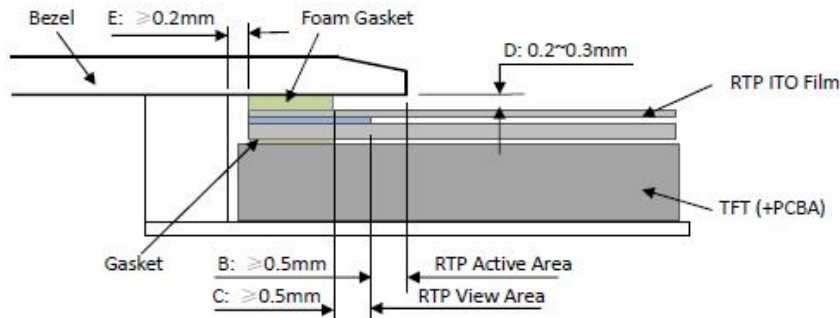

Figure 4
- It should bezel touching the RTP Active Area (A.A.) to prevent abnormal touch.It should left gab  $D=0.2\sim 0.3\text{mm}$  in between. (Figure 4)
- 为避免面框直接压在动作区(A.A.)上造成误动作，面框与电阻触摸屏(RTP)之间应留有一定的空隙  $D=0.2\sim 0.3\text{mm}$  之间。(附图 4)
It is suggested to protect those areas with gasket (between the bezel and RTP).The suggested figures are  $B \geq 0.50\text{mm}$ ;  $C \geq 0.50\text{mm}$ . (Figure 4)
- The bezel side wall should keep space  $E = 0.2 \sim 0.3\text{mm}$  from the RTP. (Figure 4)
作区域，因为布线区域在此处形成一台阶，在此区域附近操作时 ITO Film 变形较大，容易导致 ITO 损坏而降低寿命。为保护 RTP 和避免误操作，在 RTP 与面框之间垫缓冲物 (Gasket)，我们建议设计面框应覆盖动作区的边缘，面框边缘到 V.A.区的距离  $B \geq 0.50\text{mm}$ ；垫圈内边缘到 V.A.区的距离  $C \geq 0.50\text{mm}$ 。(附图 4)
- 在设计面框与 RTP 组装时，应考虑到面框内侧与 RTP 外侧的间距  $E \geq 0.2\text{mm}$ 。(附图 4)